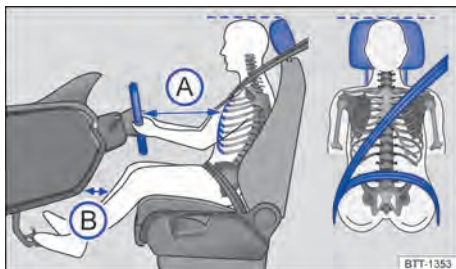

Fig. 18 Distância correta do condutor em relação ao volante, posição correta do cadarço do cinto de segurança e ajuste correto do apoio para cabeça.
- Ajustar o banco de modo que a distância entre o volante e o tórax tenha no mínimo 25 cm → Fig. 18 A e que o condutor possa segurar o volante pela borda externa com as duas mãos e os braços ligeiramente flexionados.
- Ajustar o banco do condutor na direção longitudinal de modo que os pedais possam ser acionados com as pernas ligeiramente arqueadas e a distância para o painel de instrumentos na área do joelho seja de, no mínimo, 10 cm → Fig. 18 B.
- Ajustar o apoio para cabeça de modo que a sua borda superior se encontre preferencialmente na mesma linha da parte superior da cabeça → Fig. 18 – porém não abaixo da altura dos olhos. Posicionar a parte posterior da cabeça o mais perto possível do apoio para cabeça.